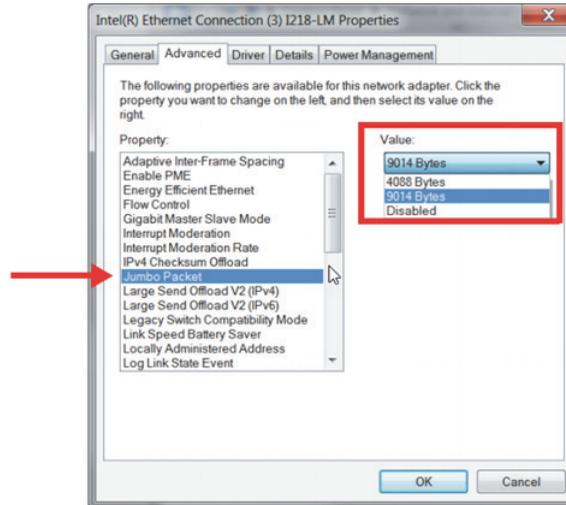

Figura 7-2 Configuración del parámetro Jumbo Packet (Paquete gigante)
- En la pestaña **Advanced** (Avanzado), bajo el parámetro **Properties**, seleccione **Jumbo Packet** (Paquete gigante) o **Jumbo Frames** (Tramas gigantes); a continuación, el valor (**Value**) cambiará a **9014 Bytes** (ver Figura 7-2 en la página 81).
| Figura 7-2 | Configuración del parámetro Jumbo Packet (Paquete gigante) | 81 |